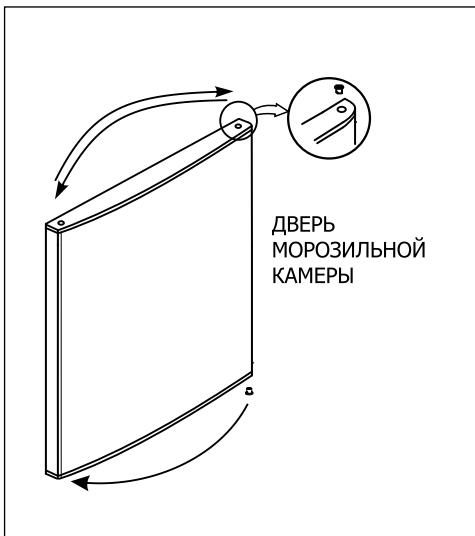

Рисунок 7.
- 6** - Снимите верхнюю втулку с правой стороны двери морозильной камеры и переместите ее в левое отверстие, предварительно сняв колпачок втулки. Снимите нижнюю втулку, перенесите ее на левую сторону (Рис. 7).